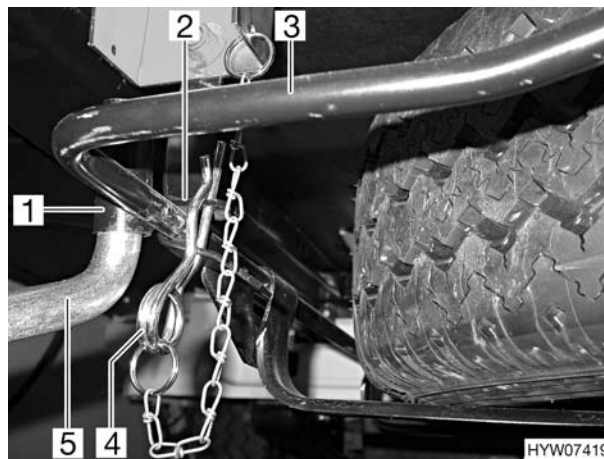

Fig. 220 Ruota di scorta nel cestino di alloggiamento
- Estrarre la copiglia (Fig. 220,4) dal sostegno (Fig. 220,2) per il cestino di alloggiamento (Fig. 220,3).
- Inserire la chiave a croce (Fig. 220,5) in dotazione nella sede (Fig. 220,1) del cestino di alloggiamento.